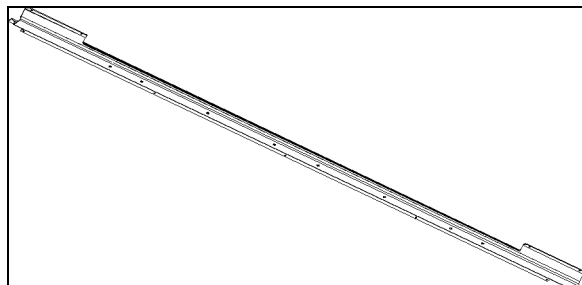

FIGURE 111: ÉCLAIRAGE D.E.L. INDIRECT DANS LE PORTE-BAGAGE À MAIN
2. Avec un tournevis pour vis cruciforme, dévisser et retirer la bande à D.E.L. existante (Figure 111).